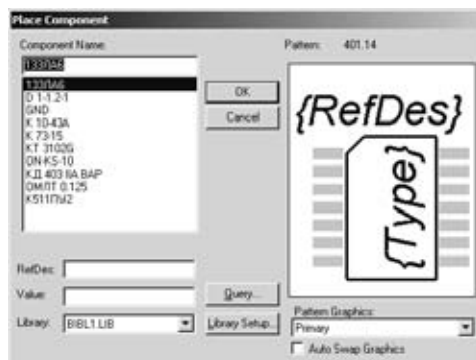

Рис.6.2.8
8. **Загрузка библиотек,** из которых были набраны элементы схемы. Для этого командой **Place/Component** в появившемся одноименном окне щелкнуть ЛК по кнопке (рис.6.2.8).